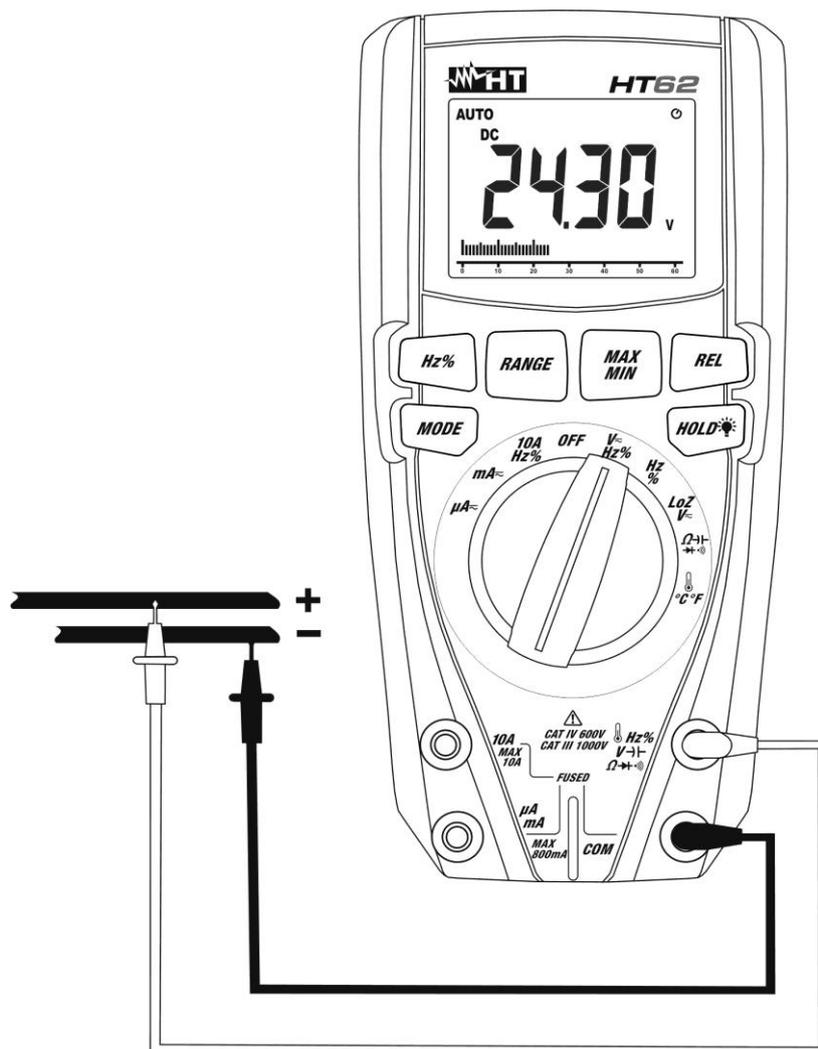

Fig. 2: Uso do instrumento para a Medição de Tensões CC
4. Colocar a ponteira vermelha e a ponteira preta respetivamente nos pontos com potencial positivo e negativo do circuito em exame (ver Fig. 2). O valor da tensão é apresentado no display.
6. A visualização do símbolo "-" no display do instrumento indica que a tensão tem sentido oposto em relação à conexão da Fig. 2.
4. Colocar a ponteira vermelha e a ponteira preta respetivamente nos pontos do circuito em exame (ver Fig. 4) para a Medição de Tensões CA. Colocar a ponteira vermelha e a ponteira preta respetivamente nos pontos com potencial positivo e negativo do circuito em exame (ver Fig. 2) para a Medição de Tensões CC. O valor da tensão é apresentado no display.